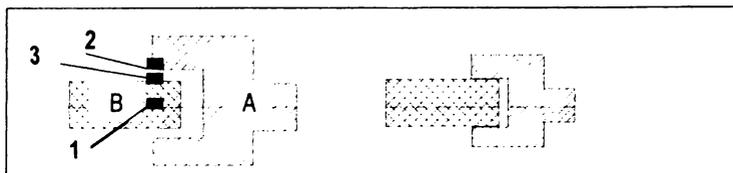

Рис.7.3. Масштабирование объектов относительно друг друга
- создайте два объекта согласно рис. 7.3;